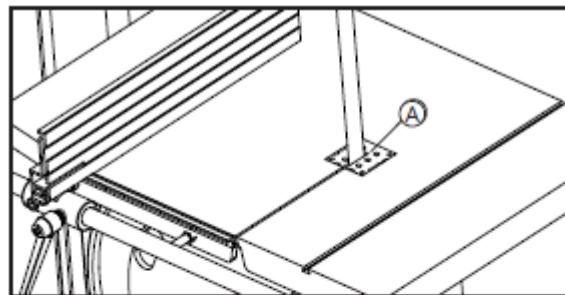

Fig.4.4.1
- Vyjměte ze stolu plastovou vložku (**A**) Fig.4.4.1.